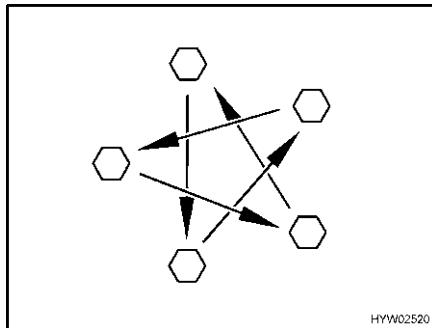

Fig. 165 Serrare a croce i dadi o i bulloni delle ruote
- Controllare regolarmente il serraggio dei dadi o dei bulloni. Regolare a croce (Fig. 165) il serraggio dei dadi o dei bulloni di una ruota sostituita dopo circa 50 km.
- ▷ Serrare a croce i dadi o i bulloni delle ruote (Fig. 165).